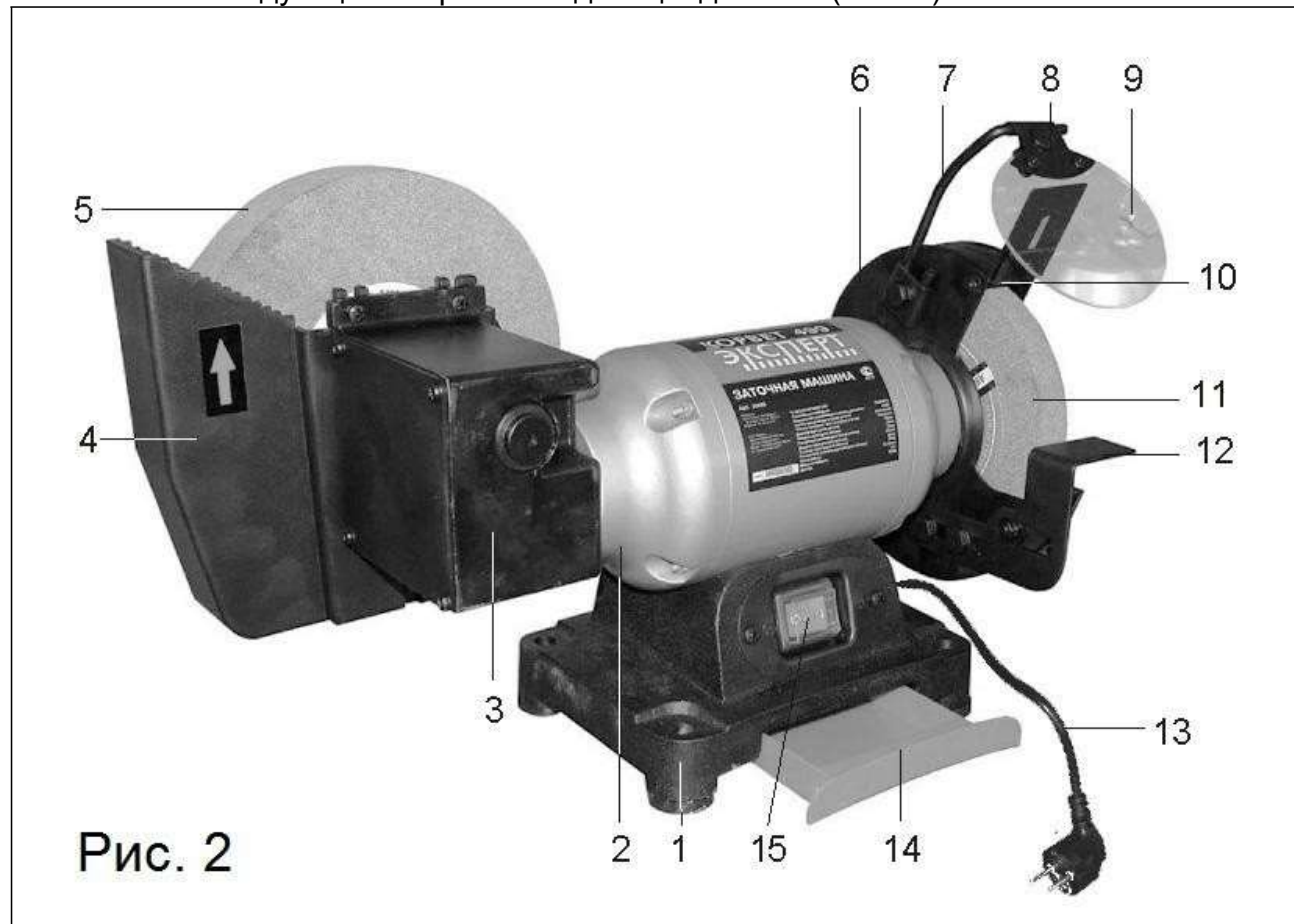

Рис. 2
Машина состоит из следующих сборочных единиц и деталей (Рис. 2):
8. МОНТАЖ (Рис. 2)
Каждый раз после окончания работы демонтируйте крышку редуктора (3), Рис. 2, очистите механизм от пыли и грязи и смажьте густой смазкой, установите крышку редуктора (3).
10.1. Пуск машины (Рис. 2)
10.2. Заточка режущего инструмента (Рис. 2)
11. ЗАМЕНА ШЛИФОВАЛЬНОГО КРУГА (Рис. 2, 5-7)